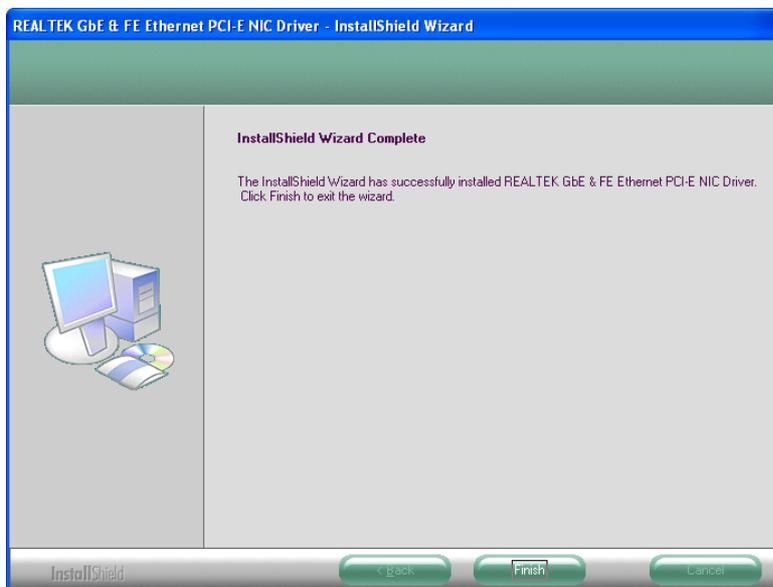

Abbildung 7-23: LAN-Treiberinstallation Endbildschirm
Schritt 9: Nach der Treiberinstallation wird der Endbildschirm angezeigt (Abbildung 7-23).